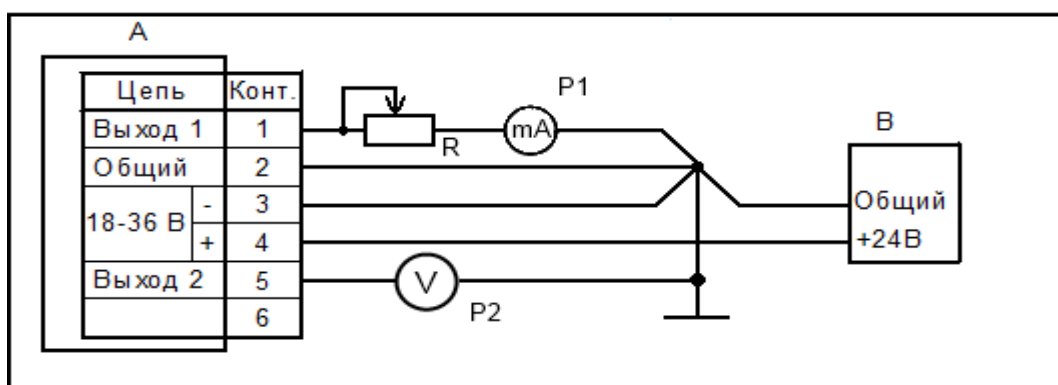

Рис. 9: Схема электрическая принципиальная настройки датчика с компаратором
1. В лабораторных условиях необходимо собрать схему представленную на рис. 9.